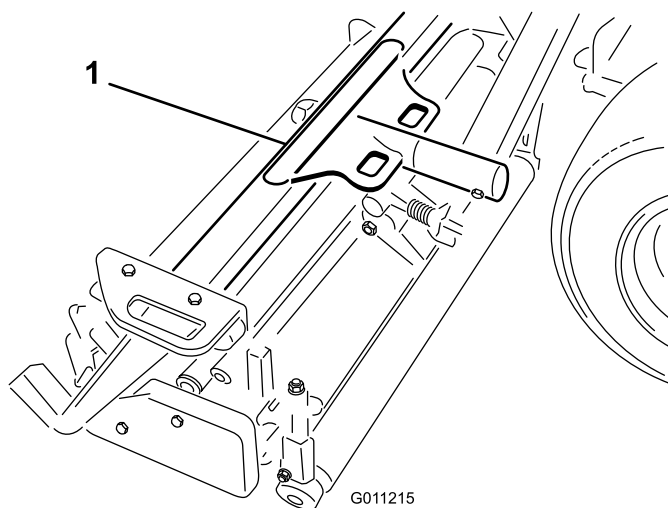
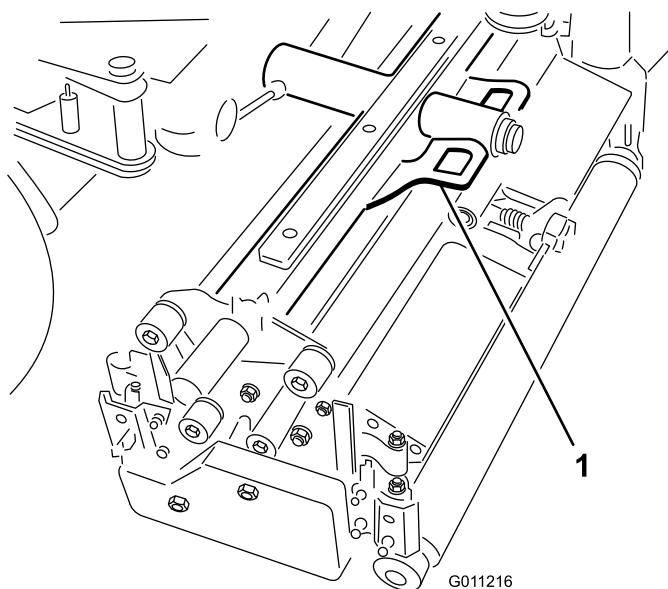
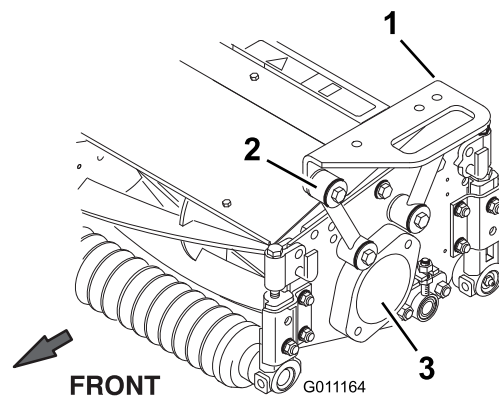

Figura 14
Figura 15
Figura 16
2. Posicione uma estrutura de suporte dianteira (Figura 14) em cada unidade de corte dianteira. Alinhe os orifícios de montagem com as ligações de montagem, como se mostra em Figura 16.
3. Posicione a estrutura de suporte traseira (Figura 15) na unidade de corte traseira e alinhe os orifícios de montagem com as ligações de montagem, como se mostra em Figura 16.
4. Fixe cada ligação de montagem à estrutura de suporte com um parafuso (3/8 x 2-1/4 pol.), 2 anilhas planas e uma porca de bloqueio, como se mostra em Figura 16. Posicione uma anilha em cada lado da ligação quando estiver a montar. Aperte os parafusos com 42 Nm.
5. Retire a vela expedida cas caixas de rolamentos das restantes unidades de corte (Figura 16).